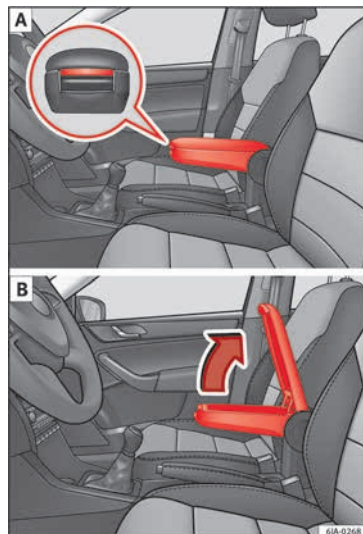

Fig. 144 Apoyabrazos/abrir y cerrar el porta-objetos.
- Pulse la tecla situada en la parte delantera del apoyabrazos » fig. 144 - [A].
- Levante la tapa del guardaobjetos hacia arriba » fig. 144 - [B].